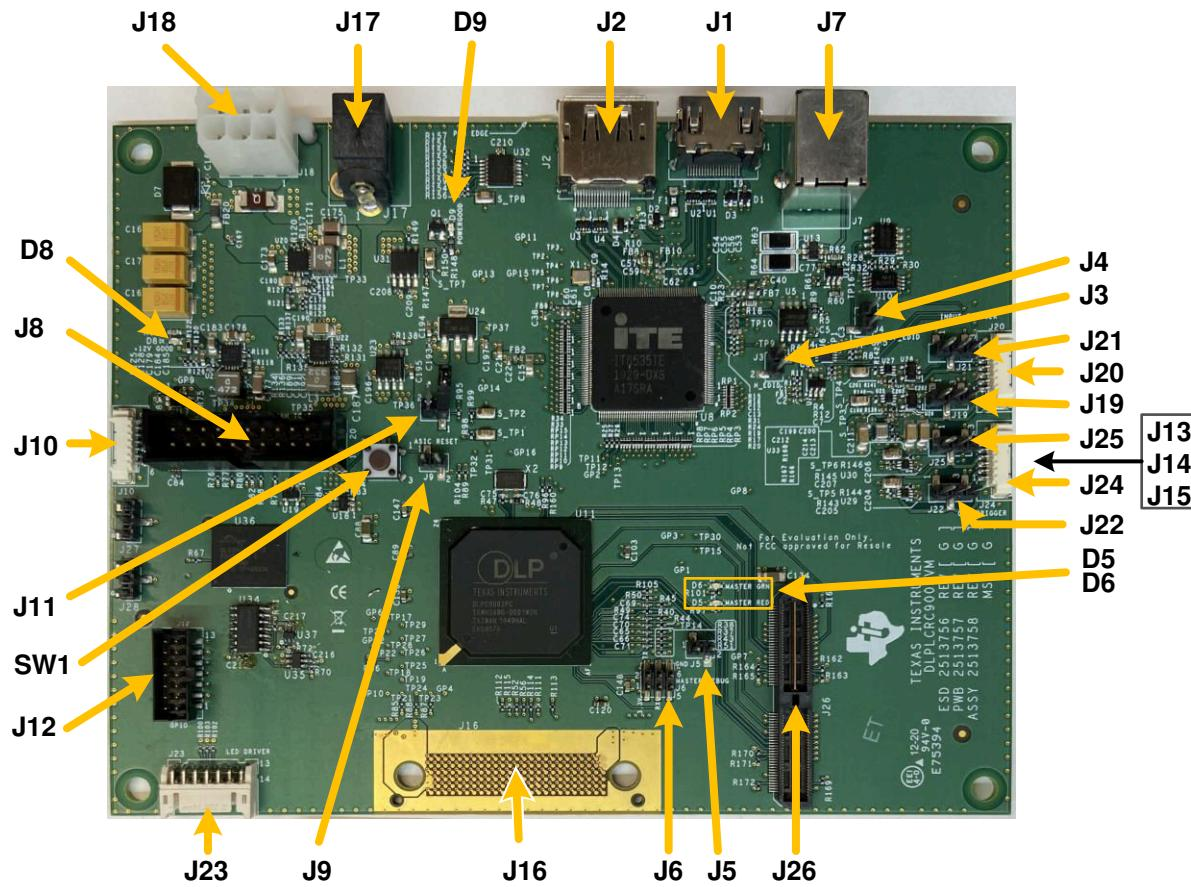

図 1-3. DLP LightCrafter シングル DLPC900 EVM のコネクタ (上面図)
スイッチおよびコネクタと、それぞれの位置を 図 1-3 に示します。
1. 12V DC 電源を 図 1-3 の電源コネクタ J17 に接続します。
5. 図 1-3 に示すように、PC と、DLP LightCrafter シングル DLPC900 EVM のコネクタ J7 との間に、USB ケーブルを接続します。PC にケーブルを初めて接続するとき、DLP LightCrafter シングル DLPC900 EVM は、ヒューマンインターフェイス デバイス (HID) クラスの USB 複合デバイスとして表示されます。これらのデバイスは Windows オペレーティングシステムでネイティブに扱われるため、ドライバは必要ありません。